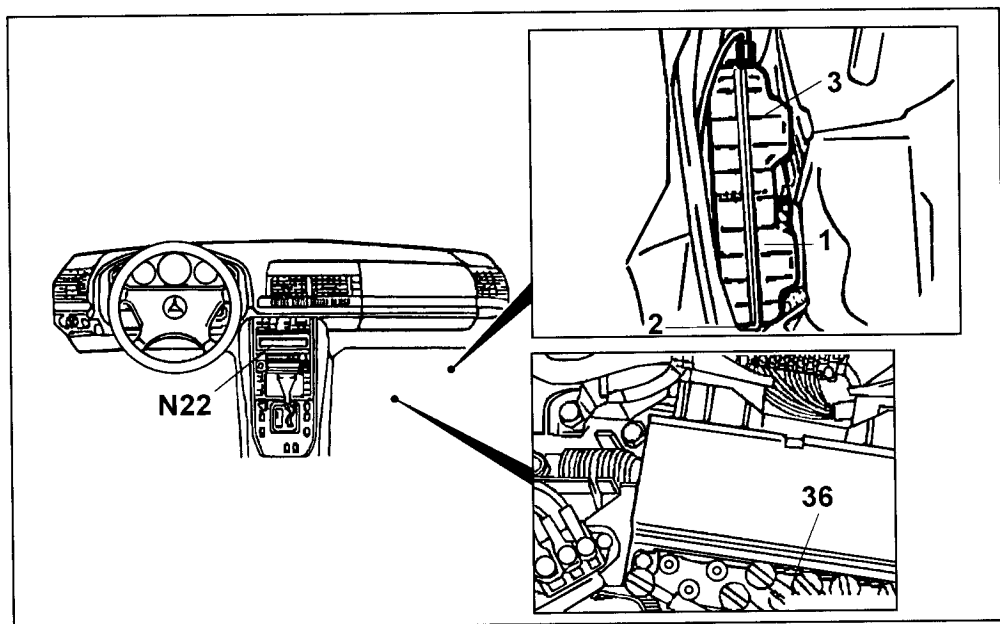

图 9-3-12 真空控制元件位置
(一)检查真空阀体总成(参见图 9-3-12 及图 9-2-1)
1. 拆下前乘客侧护板总成,以便露出真空阀总成 36(见图 9-3-12)。